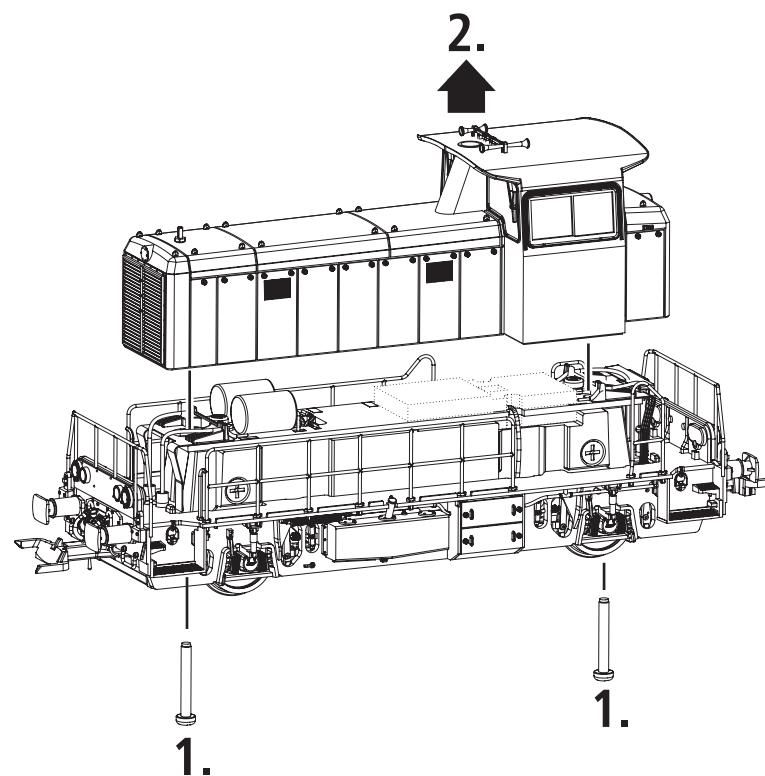

Fig. 4
1. Reinigung der Radstromkontakte: Radstromkontakte können auf unsauberen Schienen leicht verschmutzen. Entfernen Sie **vorsichtig** mit einem kleinen Pinsel **den Schmutz** an den in Fig. 4 gekennzeichneten Stellen.
1. Cleaning of wheel contacts: Wheel contacts easily get dirty on tracks which are not entirely clean. Use a small brush to **remove dirt** from spots marked in fig. 4.
roues: Les lames de contacts risquent de s'encrasser rapidement sur des voies poussiéreuses. Veuillez **enlever la poussière** aux endroits marqués à la fig. 4 à l'aide d'un petit pinceau souple.